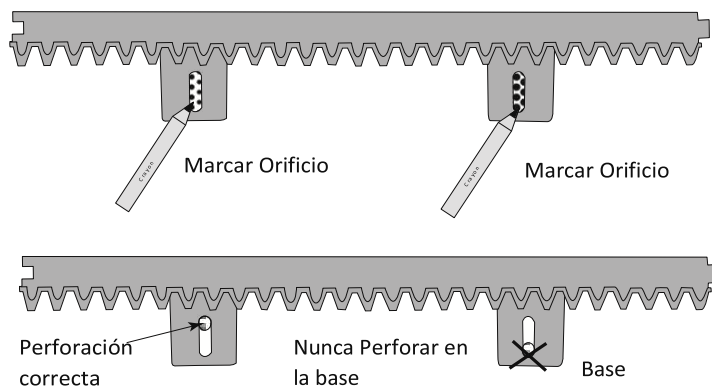

Figura 13
C) Perfore el orificio en la parte superior de todos los rastros marcados. (Figura 13)